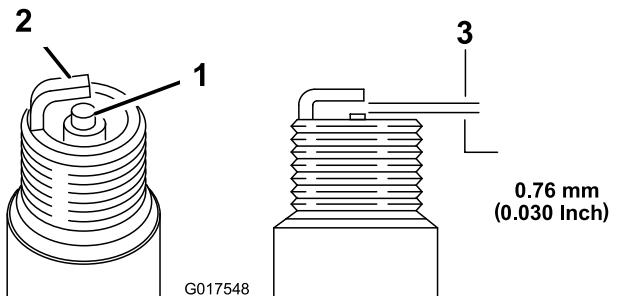

Figura 22
5. Fije la distancia entre los electrodos en 0,76 mm (**Figura 22**).